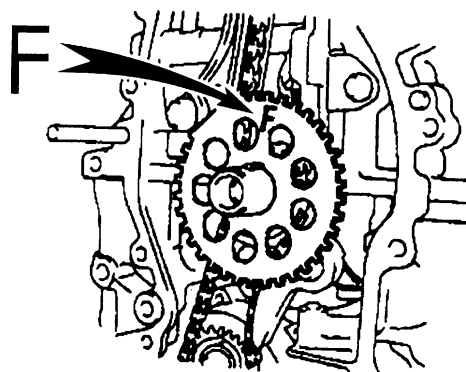

图 22-56 安装正时链张紧器
8) 如图 22-56 所示, 安装正时链张紧器。松开棘爪, 完全压进柱塞并使挂钩勾住销子, 使柱塞不能弹出。